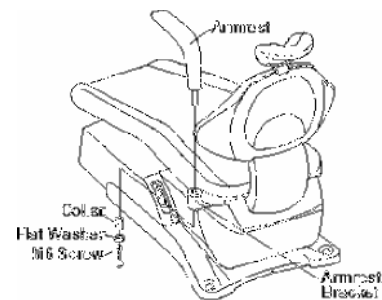

Fig.6.21 Fixing Armrest
F. Fixez les accoudoirs avec les vis M6, les rondelles et les colliers (Fig.6.21)